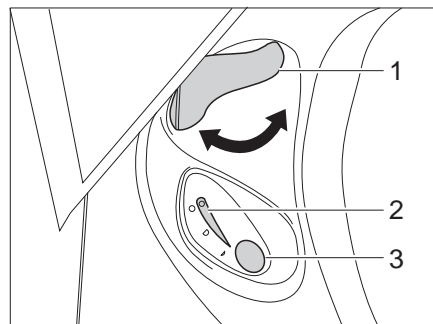

Bild 154 Bedieneinheit Thetford-Toilette
- Vor dem Spülen den Schieber der Thetford-Toilette öffnen. Dazu den Schieberhebel (Bild 154,1) entgegen dem Uhrzeigersinn drehen.
- Zum Spülen den blauen Spülknopf (Bild 154,3) drücken.
- Nach dem Spülen den Schieber schließen. Dazu den Schieberhebel (Bild 154,1) im Uhrzeigersinn drehen.
Die Kontroll-Leuchte (Bild 154,2) leuchtet, wenn die Thetford-Kassette entleert werden muss.
- Den Schieberhebel (Bild 154,1) im Uhrzeigersinn drehen. Der Schieber wird geschlossen. Zum Entleeren **muss** in der Thetford-Toilette der Schieber geschlossen sein.